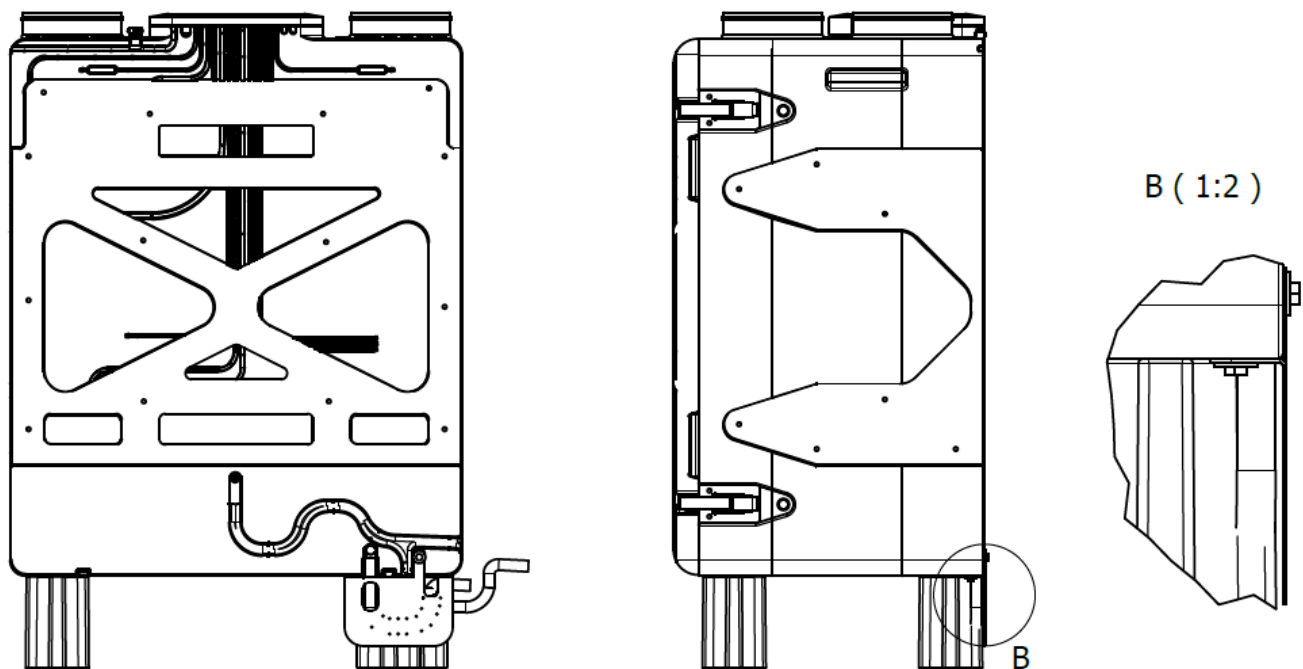

Rys. 7 – Wsuwanie nóżek montażowych w wyżłobienie
- Do prawidłowego zamontowania nóżek, wsuń je w trapezoidalne wyżłobienia w obudowie. Przednie wyżłobienia dostępne są po zdjęciu przedniej pokrywy. Standardowo dostarczane są 4 nóżki montażowe. (zob. Rys. 6 oraz Rys. 7).